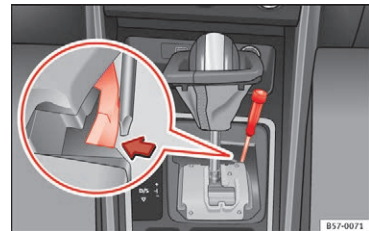

Fig. 54 Gearvælger: nødoplåsning fra parkeringsposition
- Tryk i siden på den gule udløserknap ved hjælp af skruetrækkeren, og hold den inde »» **Fig. 54.**